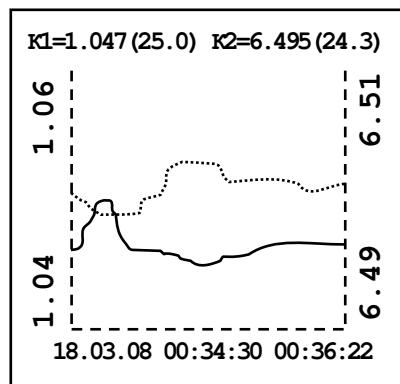

Рисунок 7 - Режим измерения «График»
- «**График**» – задаётся отображение измеренных значений по двум каналам в виде графика (смотри рисунок 7);
- «Линия» – задаётся тип линии тренда в режиме измерения «График» (смотри рисунок 7);